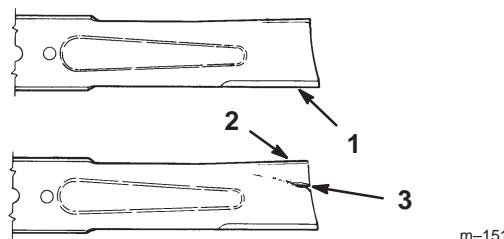

Figure 32
1. Inspectez les tranchants des lames (Fig. 32). Si elles ne sont pas tranchantes ou si elles présentent des indentations, déposez et aiguisez les lames (voir Aiguiseage des lames, page 32).
2. Inspectez les lames, surtout la partie incurvée (Fig. 32). Remplacez immédiatement toute lame endommagée, usée ou qui présente une entaille (repère 3 de la Fig. 32).